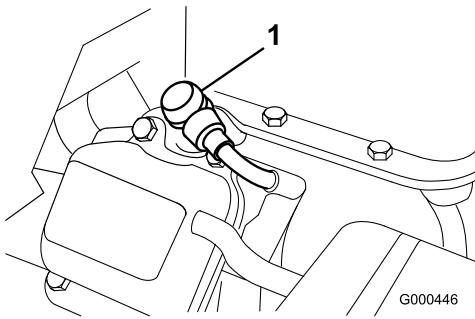

Figura 24
- Desconecte el cable moldeado de la bujía (Figura 24).